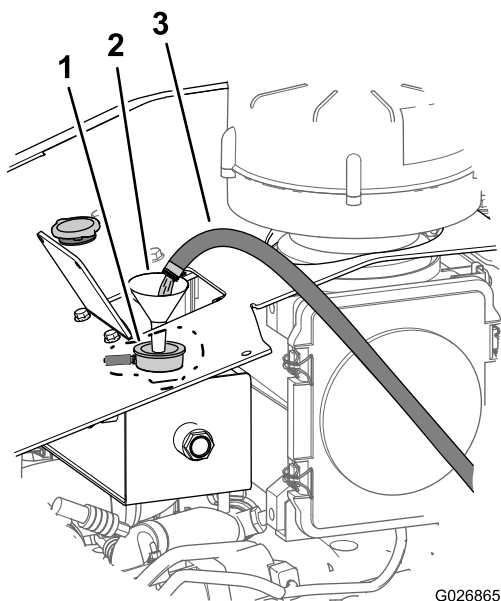

Figure 104
- A. Remplissez le circuit de refroidissement d'eau propre (Figure 104).